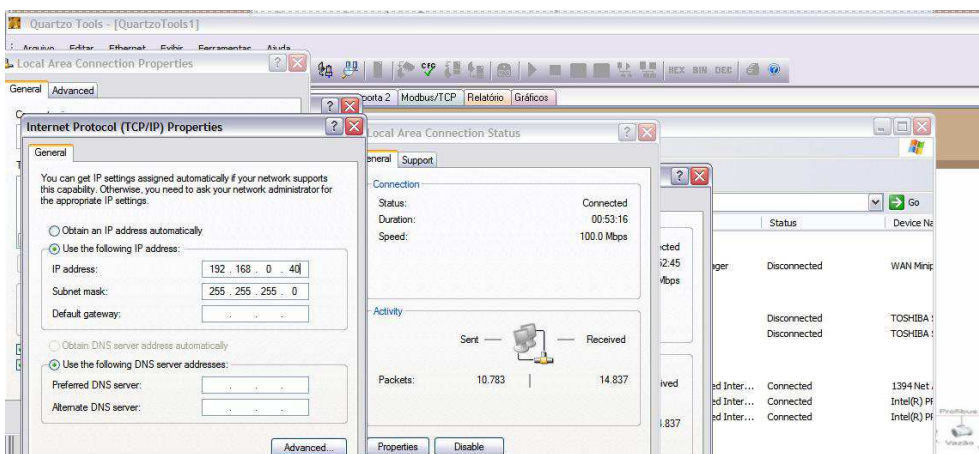

Figura 19 - Mudar o IP do micro (d)
- 4• Agora na aba Geral, selecione "Use o seguinte endereço IP" e escolha o endereço 192.168.0.X onde X deve ser diferente de 220 (porque este já é o do Quartz), e também deve ser diferente de 0 e de 255 pois estes endereços são reservados. X deverá ser um valor entre 1 e 254. No exemplo é colocado o valor 40 (Figura 19).